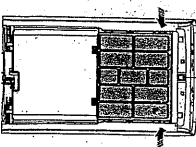

Fig. 3
c. Inserte bien los encajes a ambos lados del extremo superior (fig. 3).